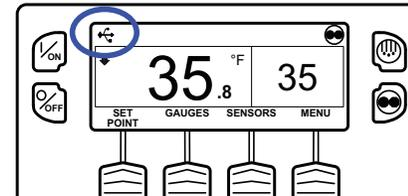

Figure 87: Ícone da Unidade Flash
•“O ícone USB (Figure 87) aparecerá no canto superior esquerdo do visor, como mostrado abaixo, quando uma unidade Flash USB for inserida na porta USB da Unidade Flash USB no painel de controle da unidade.